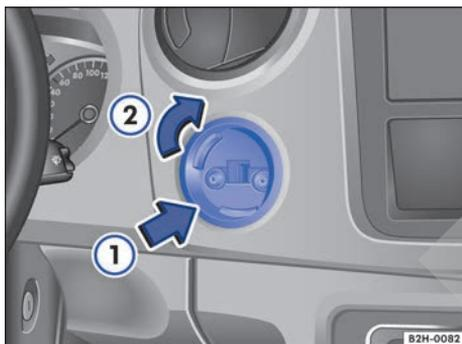

Fig. 91 Colocación de un accesorio en el punto multifijación.
- Introduzca el accesorio en el punto multifijación en el sentido de la flecha ⇒ fig. 91 ①.
- Gire el accesorio en el sentido de la flecha ②, hasta el tope.